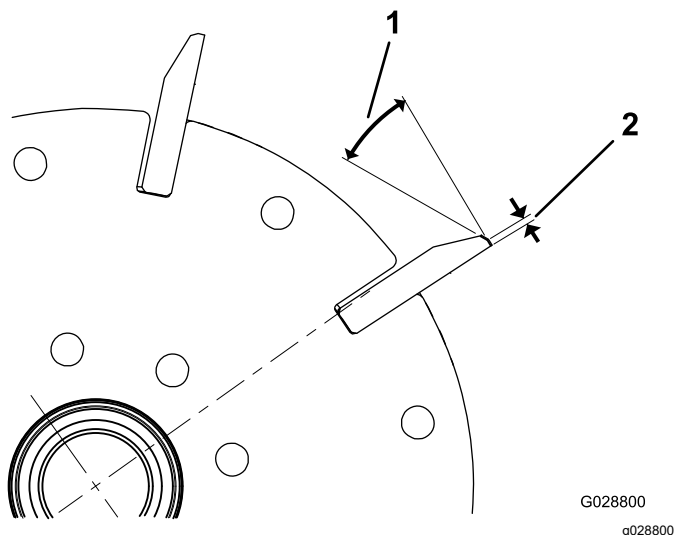
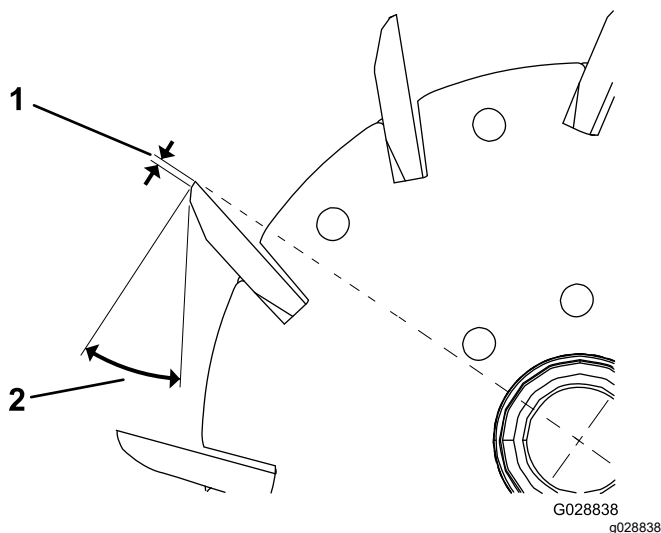

Bild 23
Bild 24
1. Führen Sie einen Hinterschliff von 30° auf alle Messerspindeln aus, bis die Kante 1,3 mm breit ist (Bild 23 und Bild 24).